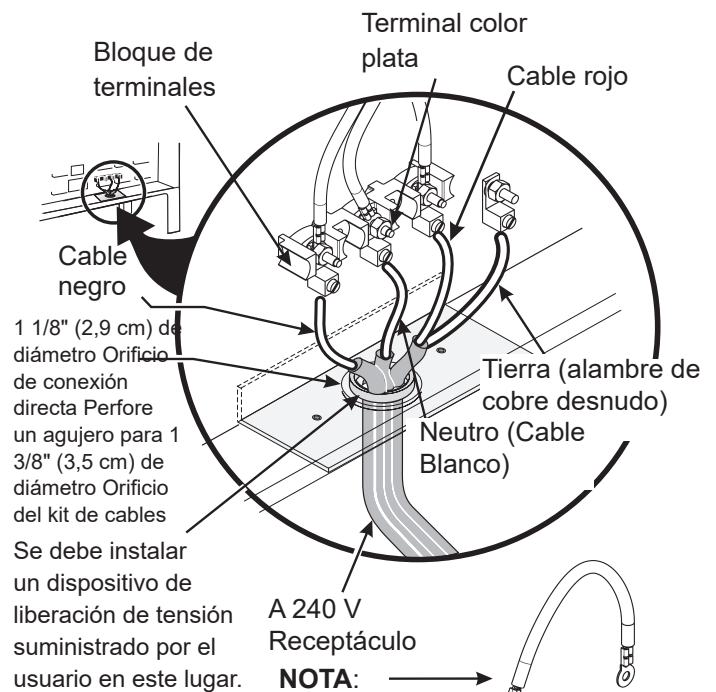

Figura 9
NOTA: El rango de deslizamiento eléctrico se envía de fábrica con un orificio de 1 1/8 " (29 mm) de diámetro, como se muestra en la figura 9. Si se requiere un orificio más grande, perforo el orificio ciego.
En los casos en los que el código local NO permite la conexión a tierra del conductor del marco al cable neutro del cable de alimentación eléctrica de cobre (consulte la Figura 9):
3. Con las tuercas suministradas en el paquete con documentación, conecte el cable de tierra (verde) del cable de alimentación eléctrica de cobre al marco del electrodoméstico con el tornillo a tierra, mediante el orificio que hay en el marco donde se retiró la cinta de puesta a tierra (consulte la Figura 9).